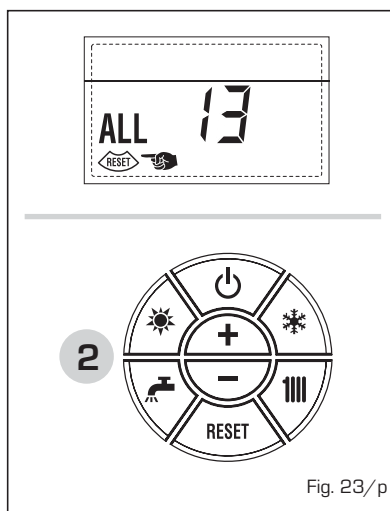

Fig. 23/p
- **ANOMALIA SONDA FUMOS "ALL 14" (fig. 23/q)**